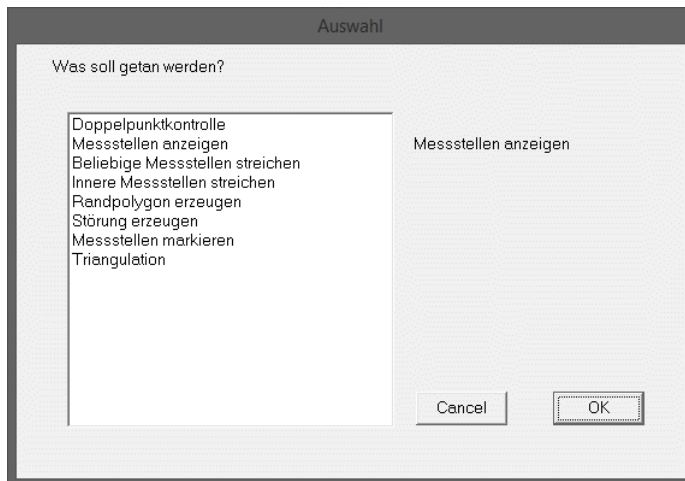
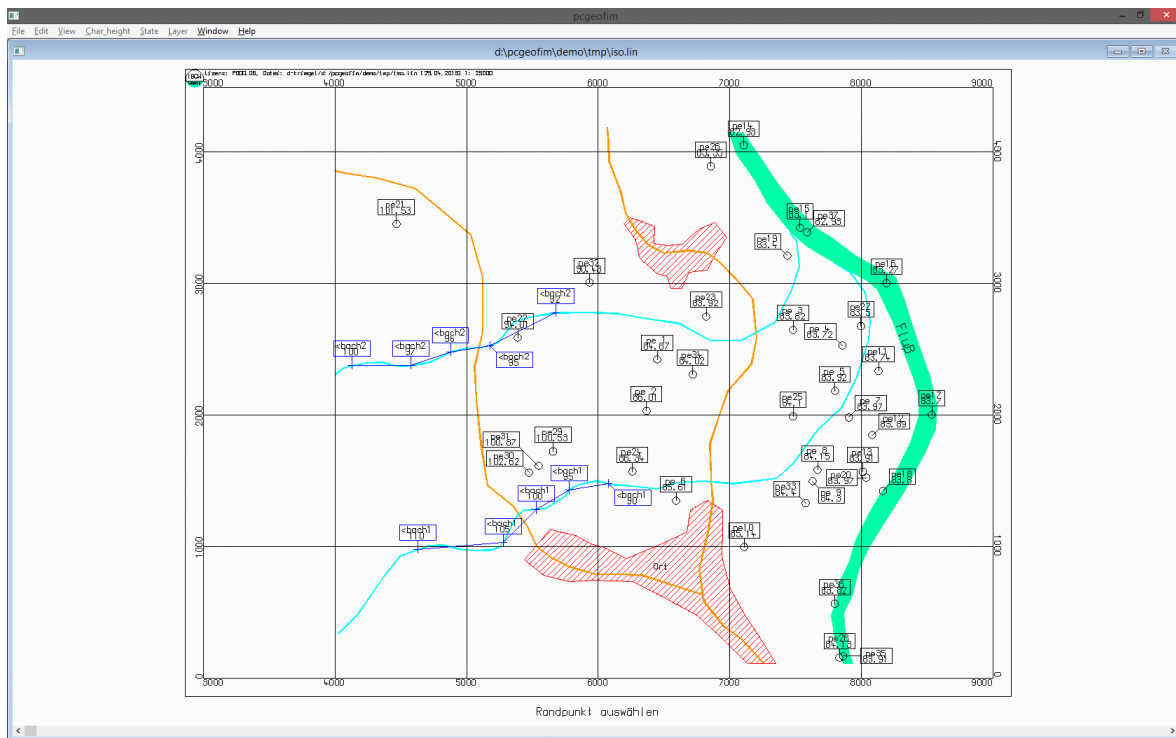

Abbildung 3-1: Isohypse-Arbeitsmenü nach dem Lesen einer dBASE-Datei
Abbildung 4-1: Erzeugung einer Randkontur (die Grafik enthält auch Gewässerpegel)
Beim Aufruf von Isohypse werden die in home\database gespeicherten dBASE-Dateien angezeigt. Das zugehörige Menü wurde schon Abbildung 1-3 gezeigt. Auch das nachfolgende Menü (Abbildung 3-1) wurde schon vorgestellt. Es soll jedoch nun detailliert erläutert werden. Wenn eine Datei ausgewählt wird, für die noch keine Triangulation durchgeführt wurde, kann nur zwischen einer Kontrolle der Eingabedaten (Menüpunkte 1 und 4), der Erzeugung einer Rand- oder Störungskontur und der Durchführung einer Triangulation gewählt werden.
**Erzeugung Randkontur im Dialog:** Am häufigsten werden Randkonturen im Dialog erzeugt. Vom Arbeitsmenü (siehe Abbildung 3-1) gelangt man durch Mausklick auf **Randpolygon erzeugen** zum Dialog. Alle Messstellen werden auf dem Bildschirm (eventuell mit Topographie) dargestellt. Auch schon eingegebene Randkonturen werden gezeigt. Für das Beispiel "isodemo" zeigt die Abbildung 4-1 die Ausgangssituation.
Bevor die Triangulation durchgeführt wird, können noch Störungen eingegeben werden (siehe Abbildung 3-1). Die Auswirkung der Vorgabe von Störungen ist im Abschnitt 13 im Zusammenhang mit der Isolinienkonstruktion detailliert beschrieben.